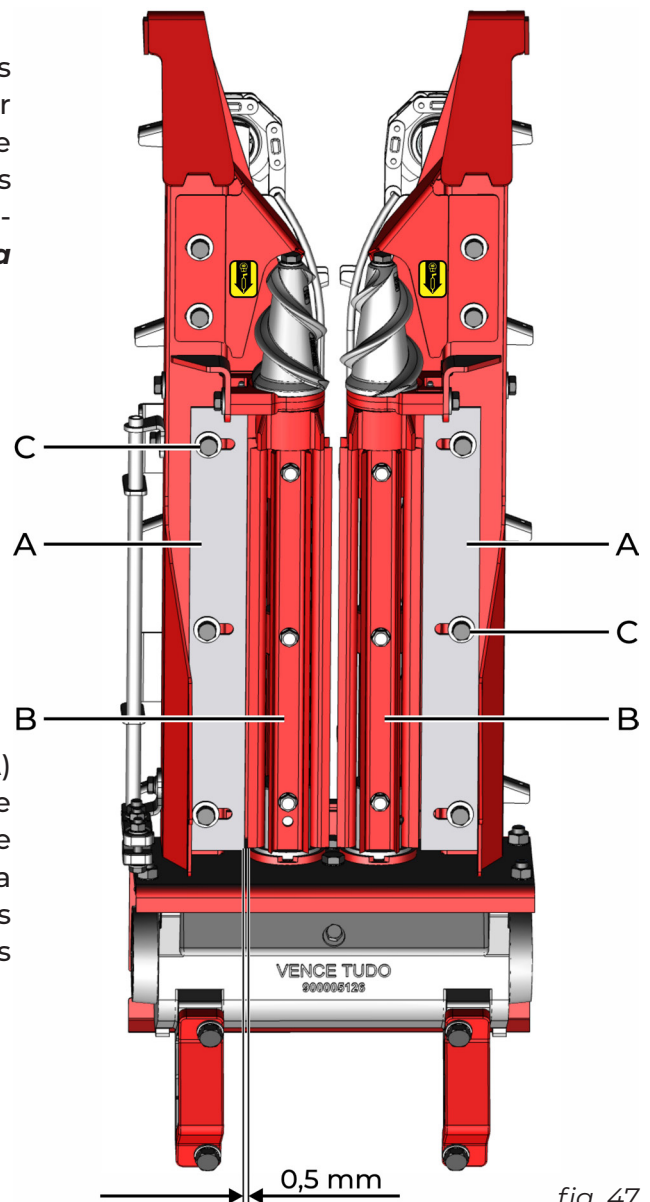

fig. 47
La función de las navajas (A) (*fig. 47*) de los rodillos (B) es evitar la entrada de impurezas alrededor de los rodillos recolectores. Sus caras deben ajustarse de manera que queden lo más próximas posible de los rodillos, sin apoyarse en las estrías. Para realizar la regulación, suelte los tornillos (C) y ajuste a una **distancia mínima de 0,5 mm**.